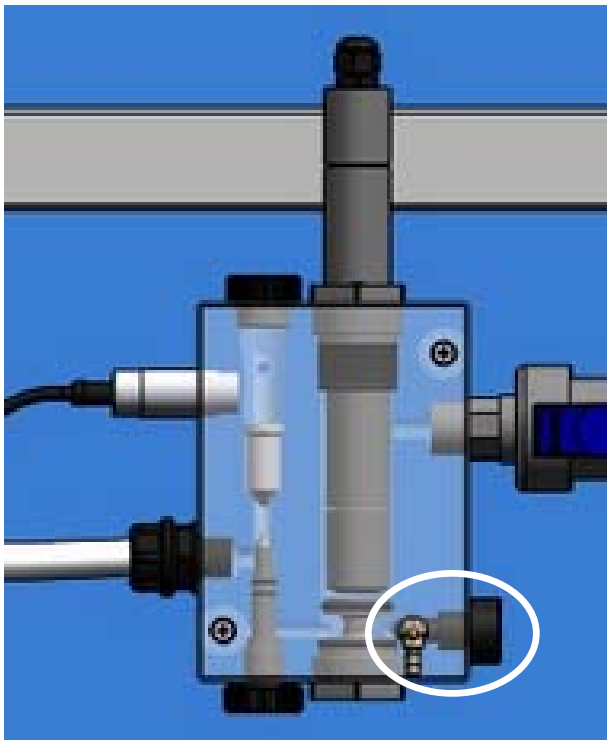

Fig.13
1. Per prelevare un campione di acqua dallo spurgo del portasonda, si deve ruotare la manopola in basso a destra come mostrato in Fig.13.